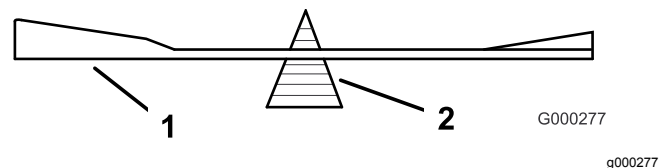

Figura 85
2. Controllate l'equilibrio della lama posizionandola su un bilanciatore (Figura 85).